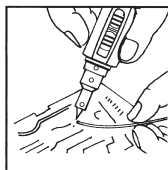

Fig. 7
3. Ställ in blåslampans låga genom att vrida spaken för inställning av låga från vänster (-) till höger (+), beroende på den temperatur du behöver för ditt jobb. Se fig. 7.